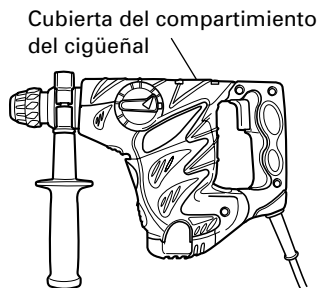

Fig. 20
- (1) Desmonte la cubierta del compartimiento del cigüeñal y limpie a fondo la grasa anterior que se encuentre en el mismo. (Fig. 20)
- (2) Aplique 30 gr de grasa A para martillos eléctricos Hitachi (accesorio estándar, en formato tubo) al compartimiento del cigüeñal.
- (3) Una vez cambiada la grasa, vuelva a montar firmemente la cubierta del compartimiento del cigüeñal. Tenga cuidado de no dañar ni perder el precinto del aceite.